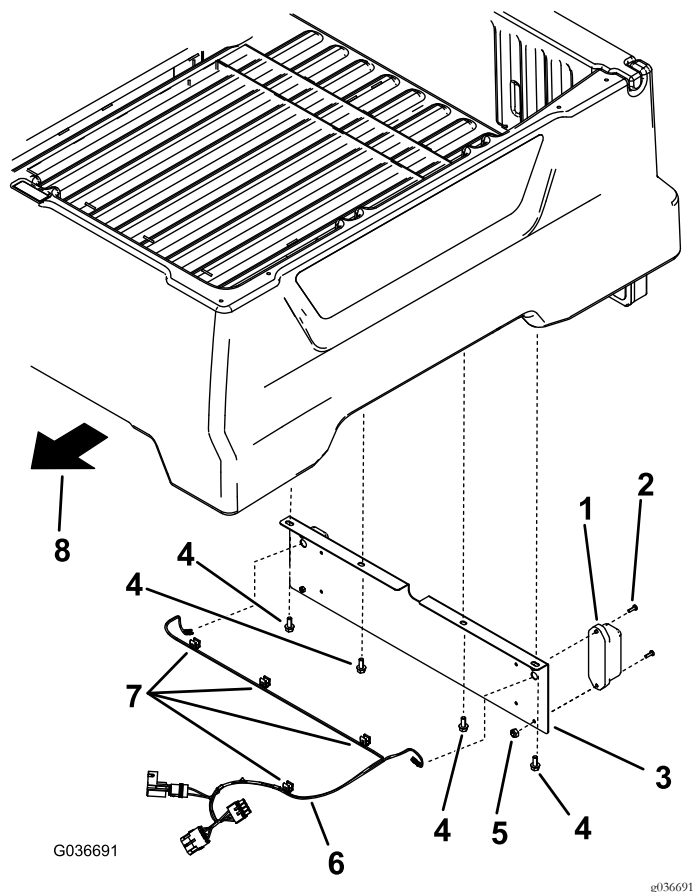

Figura 5
1. Retire os quatro parafusos de cabeça flangeada existentes do lado de baixo da plataforma de carga e use-os para instalar o suporte da matrícula (Figura 5).
2. Retire os cliques de extremidade existentes da cablagem (Figura 5).